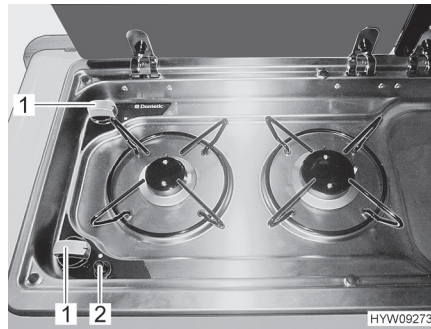

Fig. 66 Cocina de gas
- Girar el regulador giratorio (Fig. 66,1) correspondiente al quemador deseado a la posición de encendido (llama alta).
- Pulsar el pulsador (Fig. 66,2). En el quemador se creará una chispa de encendido. Si es necesario, pulsar el pulsador varias veces.